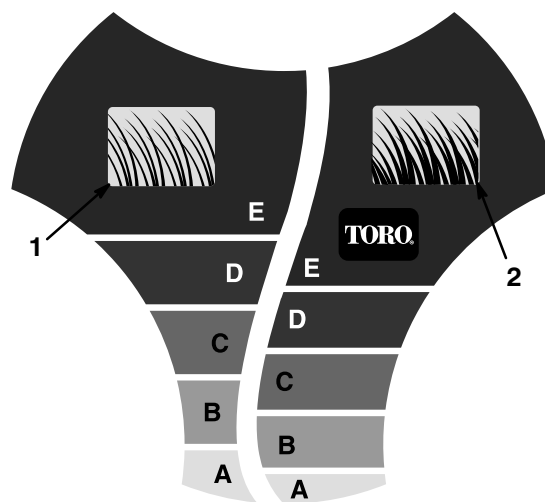

Abbildung 12
Die *SmartWheel*-Vorrichtung hat zwei Schneidskalen — *SPARSE/NORMAL* (spärlich/normal) und *LUSH* (üppig) — zur Sicherstellung der optimalen Schnitthöhen-einstellung bei allen Mähbedingungen (Abb. 12). Die *SPARSE/NORMAL*-Skala wird während der warmen Sommersaison für die Mehrzahl der Mäharbeiten verwendet. Die *LUSH*-Skala ist für dickes, feuchtes, saftiges Gras gedacht, das meistens im Frühling wächst.
1. Bevor der Motor gestartet wird, den Rasenmäher auf das Gras schieben. Den Rasenmäher nicht weiter schieben, wenn die Buchstaben an der *SmartWheel*™ - Konstruktion am linken Hinterrad aufrecht stehen (Abb. 12).
2. Die Spitzen der Grashalme mit den Buchstaben an der *SmartWheel*-Konstruktion (Abb. 12) vergleichen. Der Buchstabe an der *SmartWheel*-Vorrichtung, der den Spitzen der Grashalme entspricht, ist die richtige Schnitthöhe.